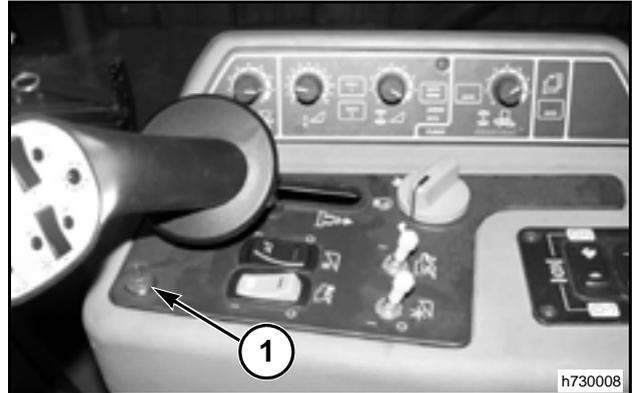

FIG. 91
FIG. 91: Luz de sobrecarga del motor - la luz ámbar (1) de sobrecarga del rotor encenderá cuando la presión hidrostática de mando del rotor alcanzar cerca de los 60% de presión de alivio.